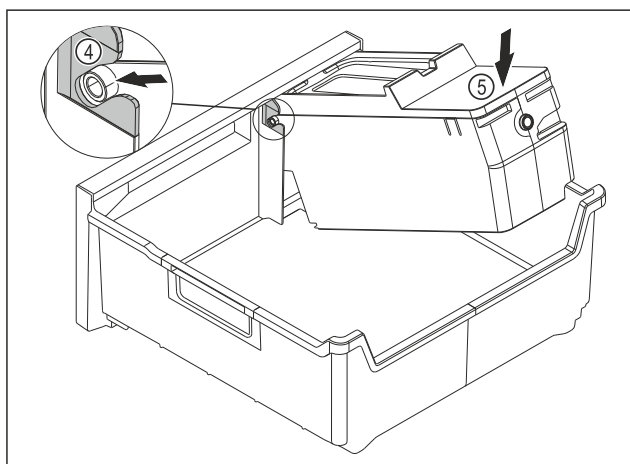

Fig. 145
- ▶ Az EasyTwist-Ice egység testének szerelése: Tolja be az EasyTwist-Ice egység testének tengelyeit a vezetőelemekbe *Fig. 145 (4)*.
- ▶ Nyomja le az EasyTwist-Ice egység testének *Fig. 145 (5)* hátsó részét.